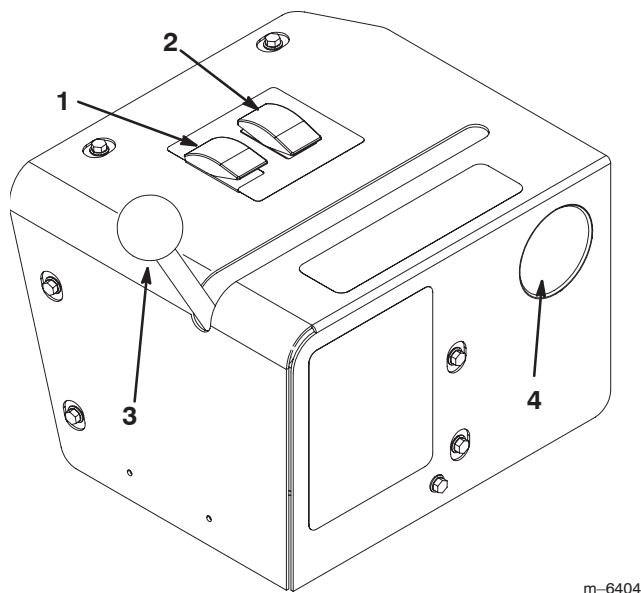

Figure 31
5. Placez le sélecteur de pulvérisation en position manuelle (Fig. 31).
6. Rapprochez le levier de commande de soupape de la position de pulvérisation manuelle (Fig. 31).
7. Réglez la commande de débit et la manette d'accélérateur pour augmenter ou réduire la pression, au manomètre, à la valeur voulue (Fig. 31).